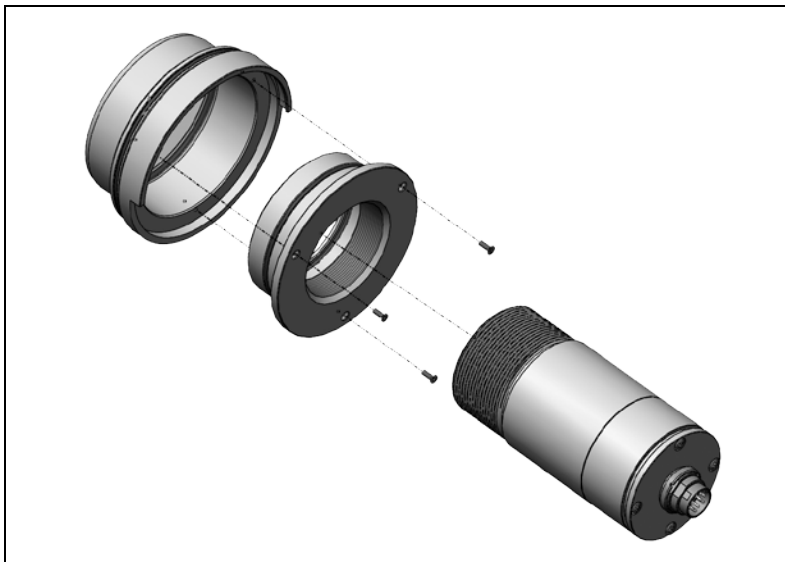
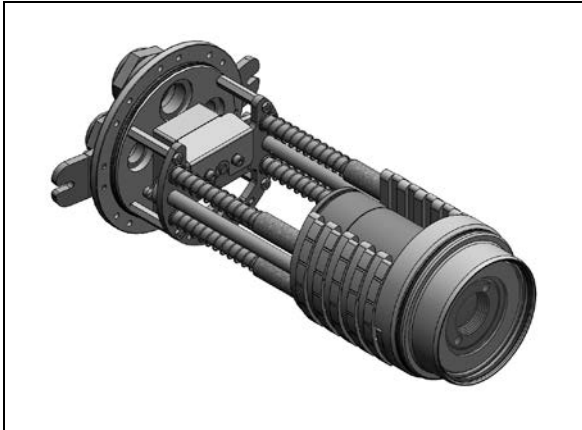

Abbildung 14: Einbau CTlaser, CSLaser, CTvideo, CSvideo
Abbildung 22: Frontaufsatz mit Pyrometer im Chassis
1. Montieren Sie das Videopyrometer oder Infrarot-Thermometer über das Gewinde (M48x1.5) in den Frontaufsatz (siehe **Abbildung 14**) und setzen diesen zusammen mit dem Gerät in das Chassis (**Abbildung 22**).